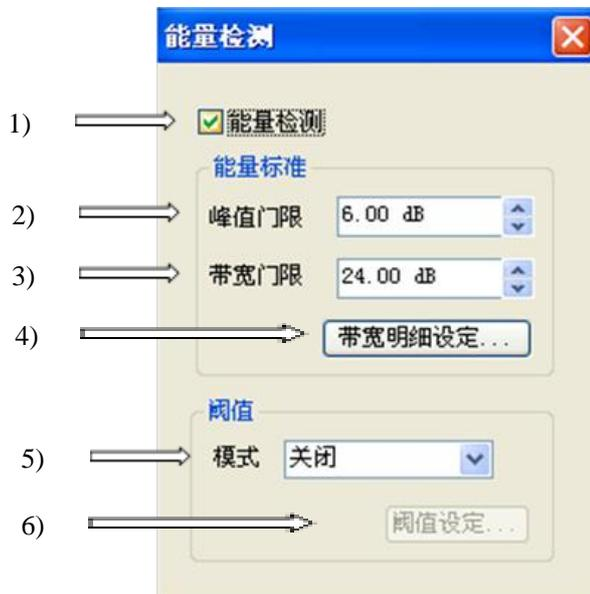

图 3-66 能量检测设置对话框
f) **能量检测**：弹出能量检测对话框，设置能量检测参数，包括能量检测开关、能量标准、阈值等，如图 3-66 所示。